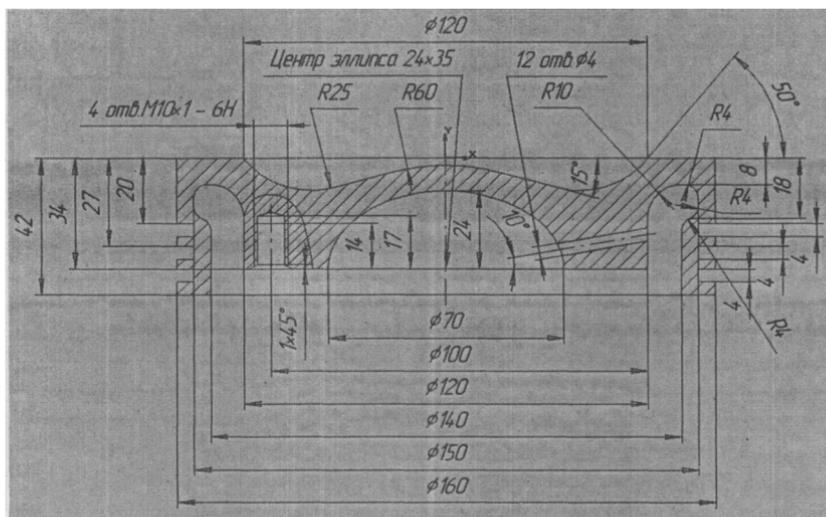
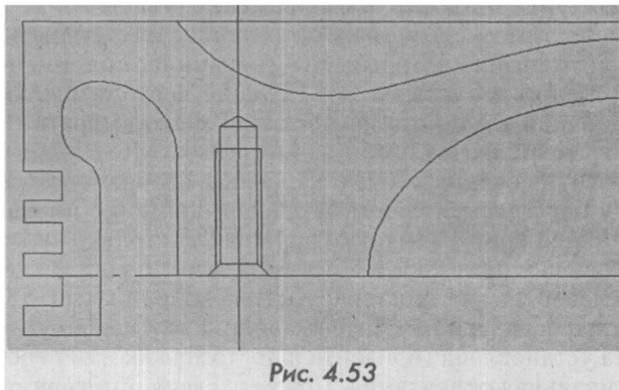

РИС. 4.44
Рис. 4.53
На рис. 4.44. показан чертеж головки поршня, на основе которого разработан алгоритм ввода его геометрии. По многим элементам деталь симметрична, поэтому вычерчивать следует лишь одну половину, а остальные несимметричные элементы добавлять по мере необходимости. Центр координат логично установить в середине верхней части головки поршня.
5. Нажмите кнопку **Ш (Скругление)**. В окне **rad** введите радиус 25 и выполните скругление камеры сгорания. Полость масляного охлаждения скруглите радиусами 10 и 4 в трех местах по контуру (рис. 4.44).
В строке меню выберите команды **Операции** > **Поворот** и в окне Угол поворота строки параметров установите величину -90 градусов. Проследите за тем, чтобы с правой части окна была изображена кнопка с одним прямоугольником jflll. Затем направьте курсор в точку поворота с координатами (-52, -34) и после появления косоугольного креста щелкните мышью. Резьба установится строго вертикально и в нужном нам месте (рис. 4.53). Однако по чертежу рис. 4.44 требуется резьба М10 с длиной резьбовой части 14 мм, в то время как у нас установлена резьба М6 с длиной резьбовой части 17 мм. Чтобы трансформиро-
10. Местный разрез. На инструментальной панели нажмите кнопку (A (ВВОД КРИВОЙ БЕЗЬЕ)). Шелкнув мышью по окну $\dot{\setminus}$ — (Текущий стиль линий), выберите в диалоговом окне Для линии обрыва. Установите курсор на линии контура вблизи резьбового фрагмента и, обозначая точки щечками мыши, выполните местный разрез, как показано на рис. 4.44. Завершите местный разрез, нажав кнопку Ш (Создать объект), и не забудьте вернуться к установке основной линии.